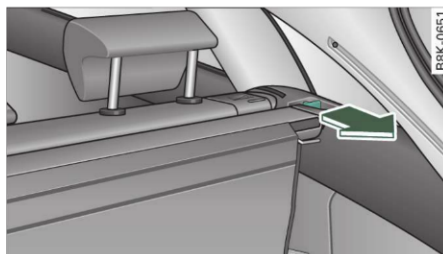

Fig. 76 Partea din față dreapta a portbagajului: Demontarea măștii portbagajului
- Trageți maneta în sensul indicat de săgeată ⇒ *pagina 68*, fig. 76 și concomitent scoateți masca în sus.